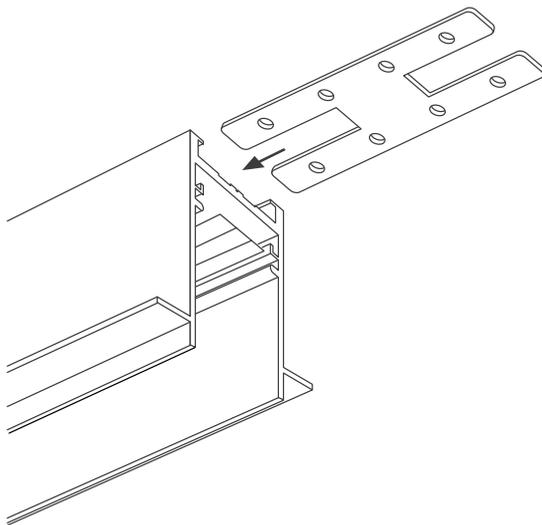

Рис. 4. Установка коннектора в пазы шинопровода
- 3.7. Установите в паз шинопровода коннектор прямой MAG-CON-25-UP (арт. 033248, 050227) на половину его длины и закрепите установочными винтами из комплекта поставки (см. рис. 4). Предварительно снимите торцевую заглушку в случае ее наличия. Ответную часть коннектора установите в соответствующие пазы другого шинопровода и/или коннектора и закрепите установочными винтами.